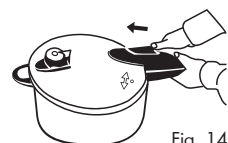

Fig. 14
- Deslice el pestillo hacia el centro de la tapa (Fig. 14).